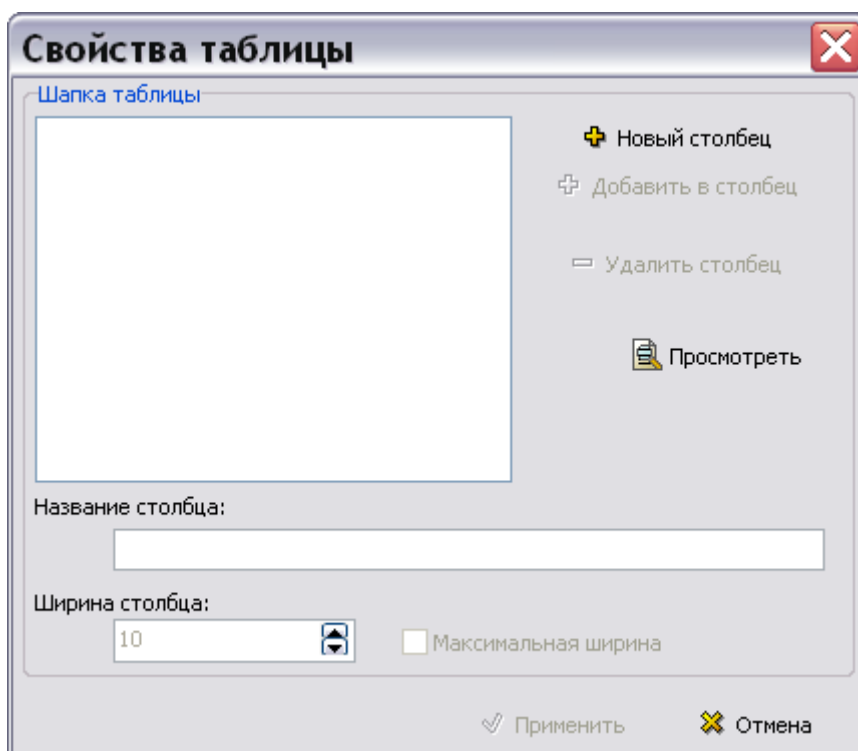

Рис. 5.69
10. В диалоговом окне **Параметры таблицы** нажмите на кнопку **Применить**. При этом появится окно **Свойства таблицы** (Рис. 5.69).